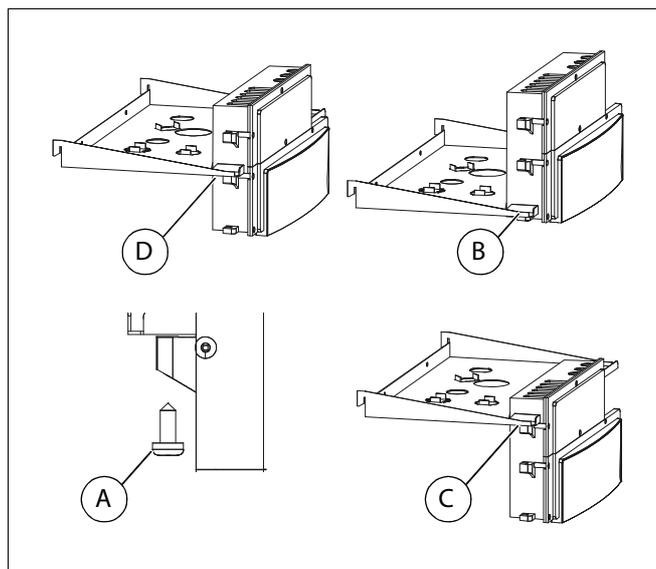

Fig. 36 Eeguire i lavori di preparazione.
per semplificare le operazioni di manutenzione, e' possibile fissare il pannello di comando, oltre che nella posizione attuale (fig. 36, **pos. D**) anche in una posizione piu' in alto o piu' in basso.
- Per il collegamento idraulico, fissare il pannello di comando nella posizione alta. Svitare le tre viti (fig. 36, **pos. A**), per il fissaggio del pannello di comando, allinearlo quindi in corrispondenza dei fori piu' in basso (fig. 36, **pos. B**) e fissarlo in questa posizione.